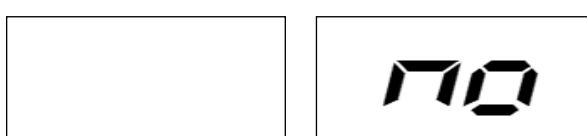
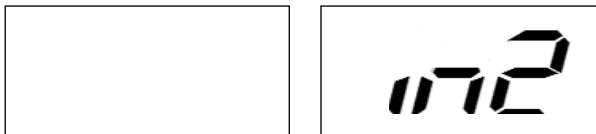

図 F6.2 バランスウェイト隠し機能が使用できない、または選択位置が許可されず
図 F6.4 バランスウェイト W の位置の入力
- 2) [F+P5] ボタンを押してバランスウェイト隠し機能を実行します。外側のバランスが取れていると、本機は図 F6.2 に示す情報を 1 秒間表示し、ビープ音が 3 回鳴り、この操作ができないことを示します。
- 6) 角度が 120 度を超えると、本機は図 F6.2 に示す情報を 1 秒間表示し、異なる位置を選択するためにビープ音を回鳴らします。角度が 120 度未満の場合、本機は次の手順を可能にするために図 F6.4 に示す情報を表示します。
- 8) 角度が 120 度よりも大きい場合、本機は図 F6.2 に示す情報を 1 秒間表示してビープ音を 1 回鳴らし、手順 7 に入り、操作し直します。角度が 120 度より小さい場合、本機は直ちにバランスウェイト W2 の値を表示します。